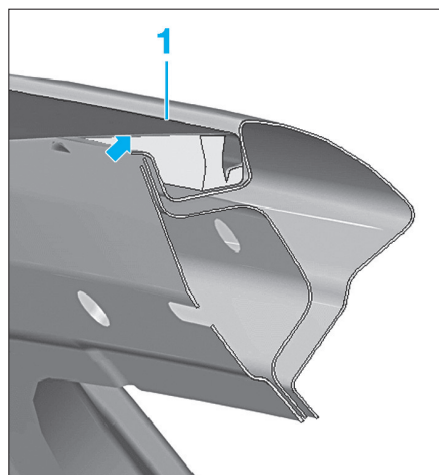

FIG. 127
- Effectuer entre le pavillon et les hauts de caisse un étanchement de précision du cordon de colle (1) avec du mastic-colle (Fig.127).